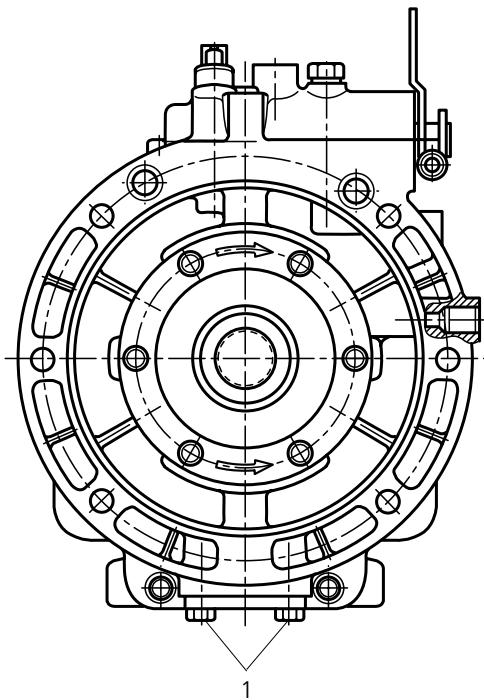

Fig. V-3
**2.3.2** Lock filter cover in place by screwing in bolts. (fig. V-3)
**2.3.2** Bloccare il coperchio nella sua sede avvitando le viti (1) (fig. V-3).
**2.3.2** Installer le couvercle en tournant les vis (1). (fig. V-3)
**2.3.2** Ölfilter in das Gehäuse einsetzen und mit Schrauben(1) festziehen. (Bild V-3)